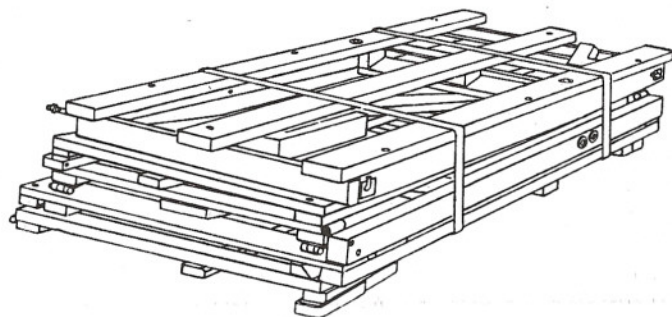

Fig. 3/B - Gabbia pronta per la restituzione
Osservando le indicazioni che seguono, l'imballaggio assumerà l'aspetto rappresentato in fig. 3/B:
- Approntata la gabbia nel modo suddetto, fare due legature trasversali con reggetta o robusto filo di ferro come indicato in fig. 3/B.